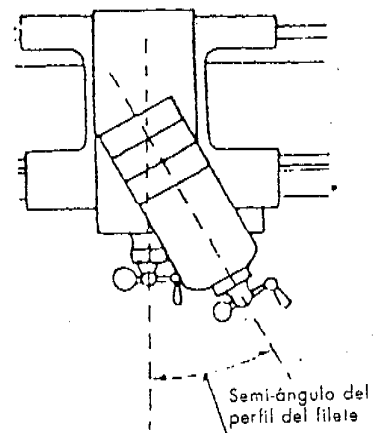

Figura 2
- a. Gire el carro porta-herramienta a la mitad del ángulo de la rosca a construir ( Figura 2 ).